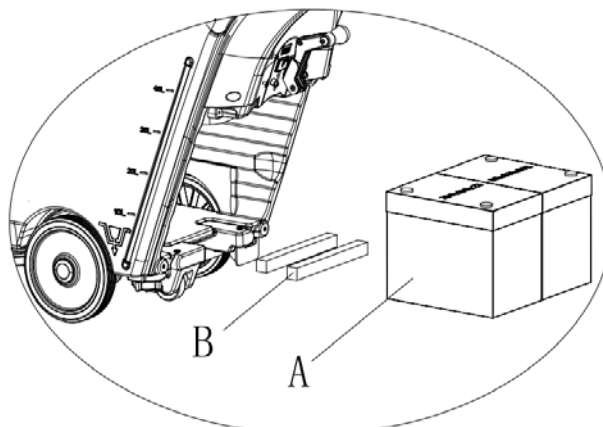

Abbildung 6
6. Ziehen Sie den Batteriestecker (9).
7. Öffnen Sie den Schmutzwassertankdeckel (24), um zu überprüfen, ob der Tank leer ist. Falls nicht, leeren Sie ihn durch den Ablaufschlauch (15).
8. Schrauben Sie den Raket-Regler (16) ab und entfernen Sie den Stecker des Abwasser-Saugschlauchs (11), um die Rakel abzunehmen.
9. Lösen Sie die Schrauben der Batteriefachabdeckung (10) und nehmen Sie diese ab.
10. Entfernen Sie den Stecker, der Rakelhebel (12) und Rakelhalter (19) verbindet und positionieren Sie den Rakelhebel so, dass die Batterie bequem eingesetzt werden können.
11. Positionieren Sie Abwasser-Saugschlauch und Ablaufschlauch so, dass die Batterieinstallation nicht behindert wird. (A, Abbildung 6)
Ist die Batterie kleiner als angegeben, muss ein geeigneter Leitblock (B, Abbildung 6) gewählt werden, damit sich die angeschlossene Batterie nicht bewegen kann.